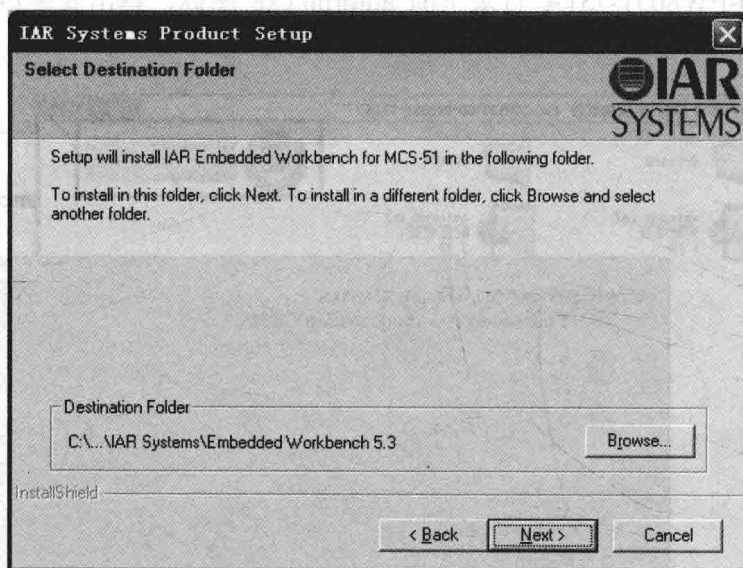

图 1-3 IAR 安装目录界面
(3) 单击 Next 按钮，分别填写名字、公司以及授权号。
(4) 单击 Next 按钮，将 License Key 复制到 IAR 安装向导中对应的框中。
(5) 输入认证序列以及序列密钥后单击 Next 按钮，出现如图 1-3 所示的界面，选择安装路径，这里选择安装在 C 盘下。